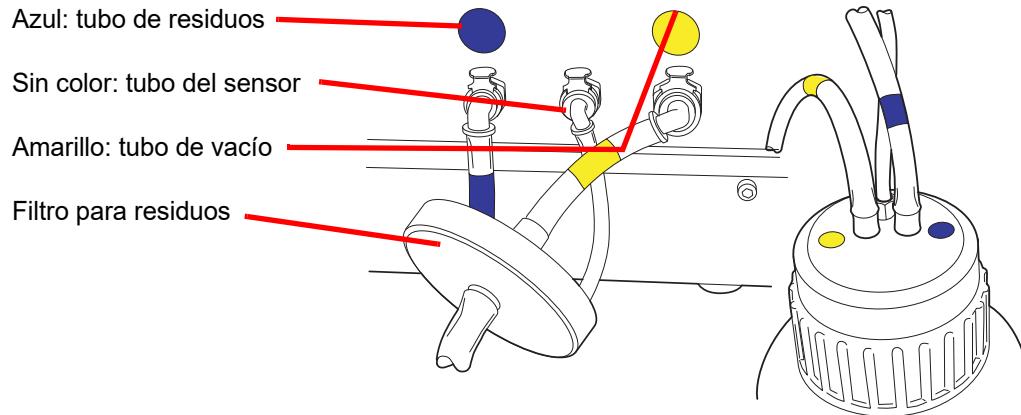

Figure 2-2 Conexiones de los tubos del frasco de residuos
3. Coloque las tres conexiones del frasco de residuos en la parte posterior del procesador ThinPrep 5000. Consulte la figure 2-2. Asegúrese de que los botones de los conectores estén abajo/hacia dentro.